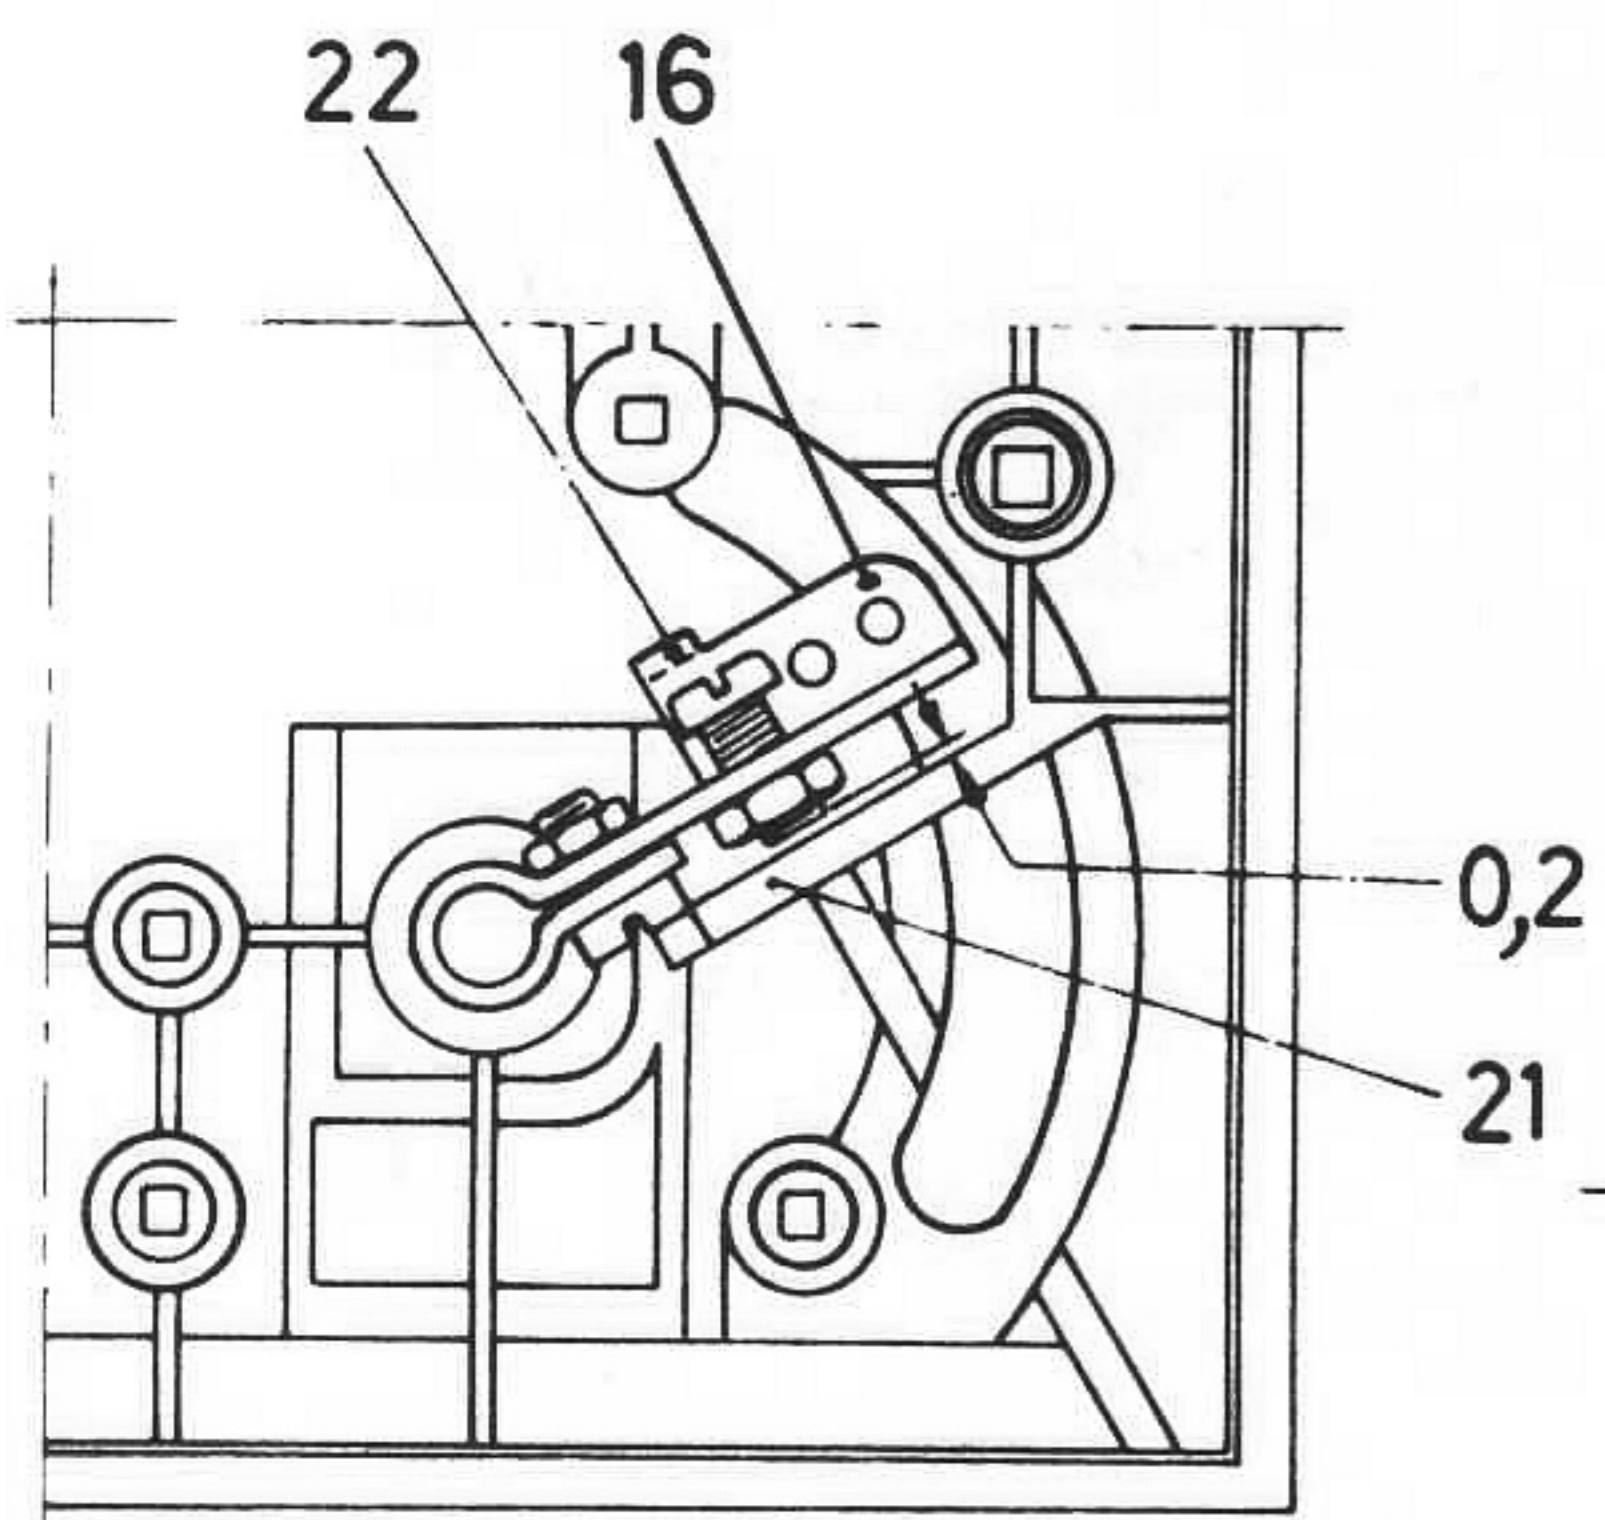

Fig. 15
9. Inställning av tonarmens ytter- och innerläge. Fig. 15 och 16.